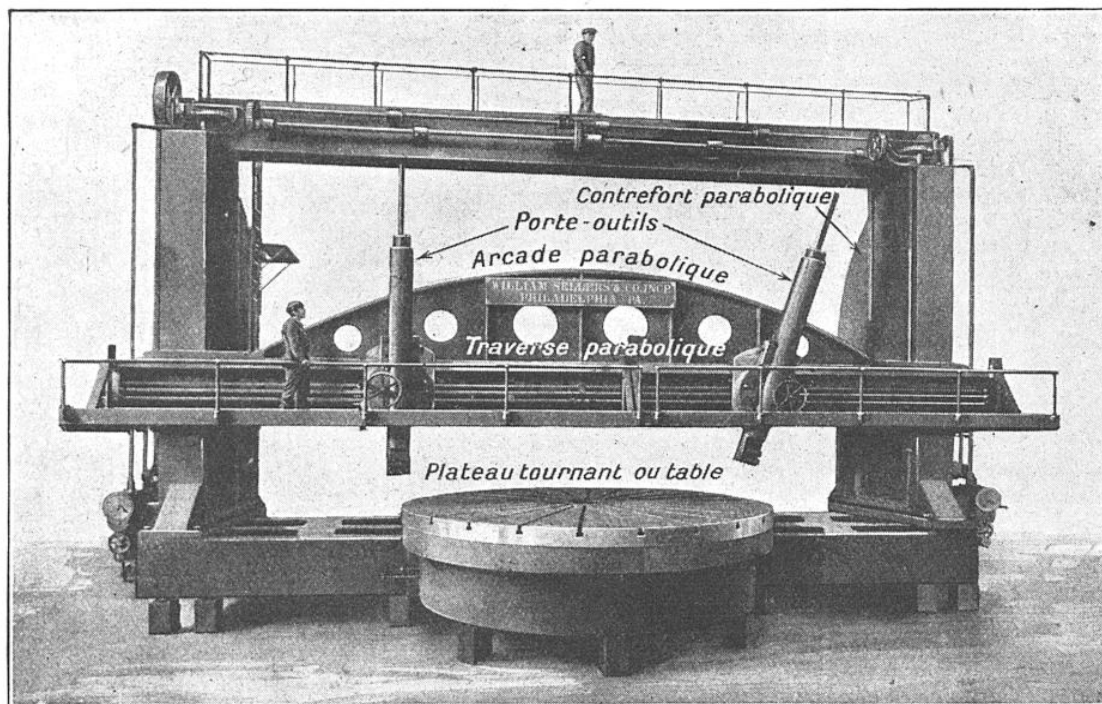

FIG. 2. — TOUR VERTICAL DE 10 MÈTRES DE LARGEUR UTILE ENTRE MONTANTS
En premier lieu, la flexion des grandes pièces de la machine, qui augmente *beaucoup plus vite* que les dimensions de ces pièces : on la combat efficacement en donnant aux organes les formes dites de *résistance maximum*, par exemple des profils paraboliques pour les bras ou les arches travaillant à la flexion (fig. 2). On emploie aussi, dans le même but, des dispositifs spéciaux de compensation, dont nous parlerons plus loin (1).
grosse importance, particulièrement dans le cas des *porte à faux*. Bien qu'on l'évite autant que possible, le porte à faux est inévitable dans certains cas (*mortaisage* ou *rabotage* intérieur, par exemple pour le rainurage des trous). On est ainsi conduit à des silhouettes *en portique* pour les fraiseuses, les raboteuses et les grands tours verticaux (fig. 2).
Voici, par exemple (fig. 2), un très grand tour vertical « William Selley », de 10 mètres de largeur utile. Le plateau a un diamètre de 5 mètres ; la course de chaque porte-outil est de 2 mètres ; quand les porte-outils et la traverse sont à leur position la plus haute, il reste une hauteur libre de 4 mètres entre le plateau et les outils. Ce tour permet donc de tourner les pièces de 10 mètres de diamètre et de 4 mètres de hauteur.